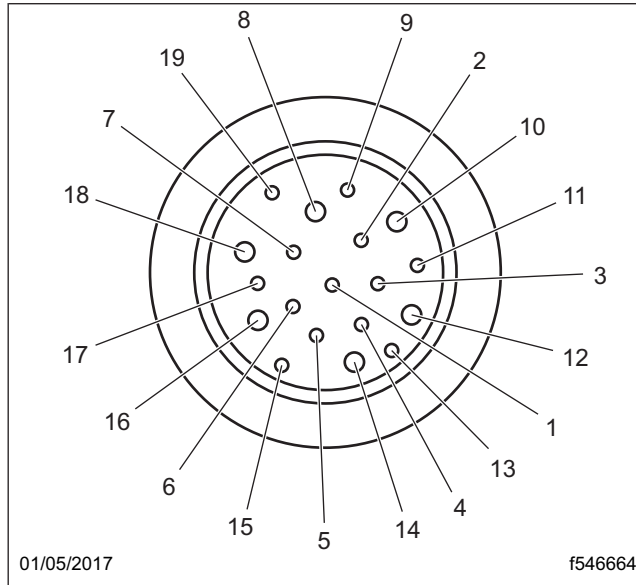

Fig. 2, Configuration des broches du connecteur 1A du tablier (vue du côté de l'insertion ou sur la partie arrière de la fiche)
4. Insérez les bornes indiquées dans le tableau 3 dans leurs cavités respectives dans le connecteur 1A du tablier, côté planche de bord. Reportez-vous à la figure 2.